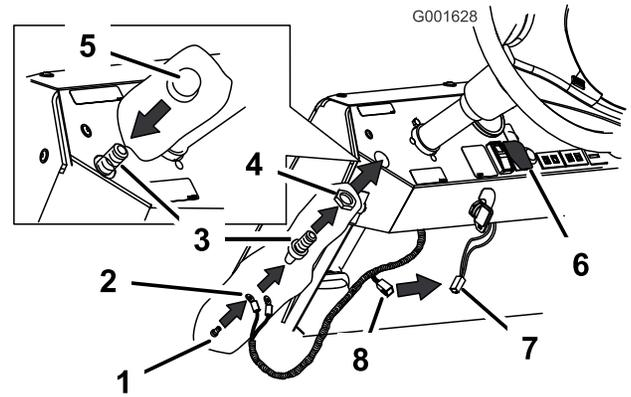

Figura 16
- Retire el botón y enrosque la tuerca en la rosca expuesta del interruptor (Figura 16).
- Conecte los cables blanco y rojo del extremo del arnés de cables a la parte trasera del interruptor del claxon usando los dos tornillos incluidos (Figura 16).
- Introduzca el conjunto del interruptor en el taladro desde debajo del salpicadero (Figura 16).
- Enrosque el botón del claxon en las roscas del interruptor para sujetar el conjunto al salpicadero (Figura 16).
- Compruebe si hay un cable debajo del salpicadero, tal como se ilustra en Figura 16. Este cable viene del arnés principal, debajo del interruptor de la luz. Si hay un cable, conéctelo al arnés nuevo.